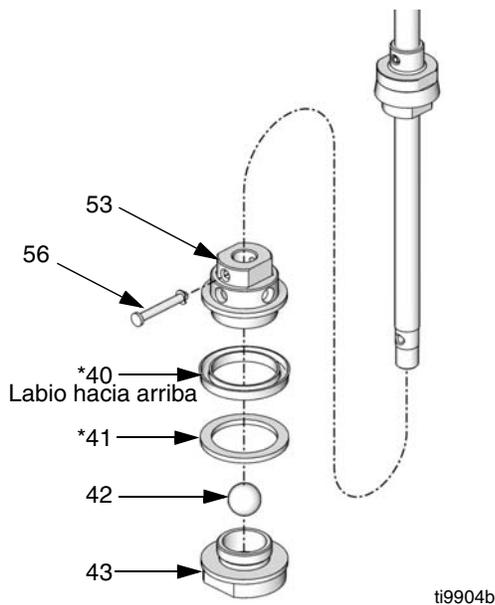

FIG. 21
8. Retire la clavija (56). Retire el conjunto de la válvula del pistón. Desenrosque la válvula del pistón (43) del alojamiento del pistón (53). Retire el anillo de desgaste (41\*), la cazoleta en U (40\*) y la bola (42). Inspeccione todas las piezas en busca de daños. Vea FIG. 21.